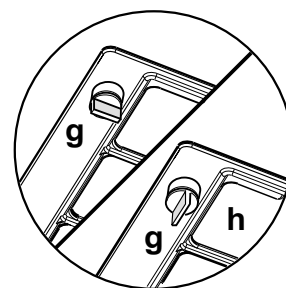

Fig. 4
- **Montering- Fig. 4.** Avlägsna ramen i i vilken filtret sitter genom att rotera de två rattarna 90. Sätt i kolfiltret i ramen och sätt tillbaka alla delar på plats.